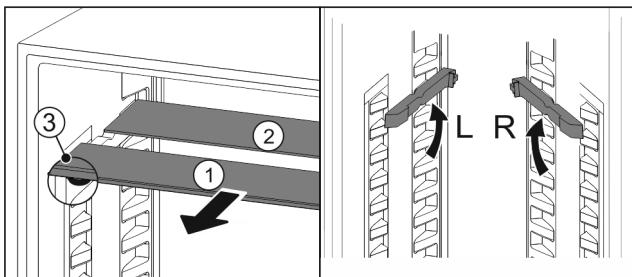

Fig. 102
- Steklene plošče posamično izvlecite Fig. 102 (1) naprej.
- Steklena plošča Fig. 102 (1) z okrasno letvijo je spredaj.
- Zaustavljalniki Fig. 102 (3) so obrnjeni navzdol.